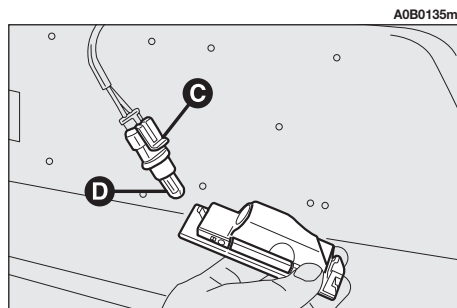

fig. 55
– Sortir le porte-lampe (**C-fig. 55**) en le tournant dans le sens contraire des aiguilles et remplacer l'ampoule (**D-fig. 55**) montée à pression.
– Remonter le porte-lampe (**C-fig. 55**) en le tournant dans le sens des aiguilles.